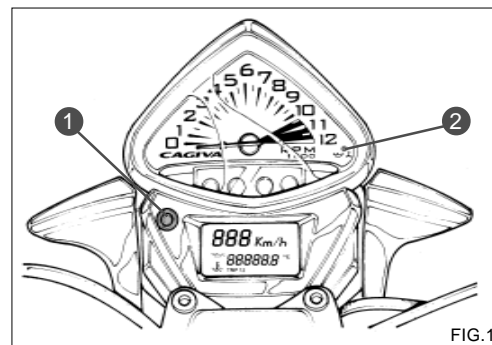
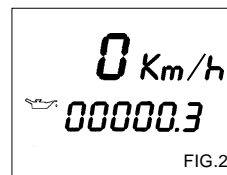

FIG.1
FIG.2
The instrument display has four main functions: one for the total kilometers odometer, two for the trip odometer and one for the thermometer. When the key on the starting block is turned to "ON", the things shown in fig.1 come up on the display for about 3 seconds, then it shows the function used before turning off the engine the last time. This function may be one of those shown in figures 2, 3, 4 and 5. To change the function shown on the display, push button (1) in fig.1.
The fig. 2 shows the odometer with the total distance covered, the figures 3 and 4 show the partial mileage; for instance, one can be used to know the total distance covered during a journey, the other one for each stage. The trip odometers can be set to zero by pushing the button (1) in fig. 1 for about 2 seconds.
L'affichaggio del tableau de bord possiede quattro funzioni principali, una di compteur kilométrique total, deux de compteur journalier et une de thermomètre. Lorsque la clé de contact est positionnée sur "ON", l'affichaggio donne ce qui se trouve sur la figure 1 pendant 3 secondes environ, ensuite, il affiche la fonction utilisée avant la dernière coupure du moteur qui peut être l'une des suivantes, indiquées aux fig. 2, 3, 4 et 5. Pour changer l'affichaggio, appuyer sur le bouton (1) de fig. 1.
La fig. 2 indique le compteur kilométrique avec la totalité des kilomètres parcourus, les fig. 3 et 4 indiquent les kilométrages partiels ; par exemple, l'un d'eux peut être utilisé pour avoir la distance totale d'un voyage et l'autre pour les étapes. Les compteurs journaliers se mettent à zéro en appuyant pendant 2 secondes environ sur le bouton (1) de fig. 1.
Der Bildschirm des Instrumentes verfügt über vier Hauptfunktionen; einmal als Gesamtkilometerzähler, zweimal als Tageskilometerzähler und einmal als Thermometer. Wenn der Schlüssel auf dem Zündendmass auf "ON" gestellt wird, zeigt der Bildschirm etwa 3 Sekunden lang das, was in der Abb. 1 dargelegt ist, und anschließend die kurz vor dem Abschalten des Motors gebrauchte Funktion, wie in den Abb. 2, 3, 4 und 5 dargestellt ist. Zur Anzeigeänderung auf den Druckknopf (1) aus der Abb. 1 drücken.
In der Abb. 2 ist der Kilometerzähler dargestellt, der die zurückgelegten Gesamtkilometer anzeigt, während die Abb. 3 und 4 die Tageskilometer zeigen. Ein Tageskilometerzähler kann z. B. benutzt werden, um die gesamte Entfernung einer Fahrt zu erfahren und der andere für die Teilstrecken. Beide Tageskilometerzähler können auf Null gestellt werden, indem der Druckknopf (1) aus der Abb. 1 etwa 2 Sekunden lang gedrückt gehalten wird.
El display del instrumento tiene cuatro funciones principales, una de cuentakilómetros total, dos de cuentakilómetros parciales y una de termómetro. Cuando la llave en el bloque encendido gira hasta la posición "ON", el visualizador indica lo que aparece en la fig. 1 durante aproximadamente 3 segundos, después visualiza la función utilizada antes del último apagado del motor que puede ser una de las siguientes, indicadas en las figuras 2, 3, 4 y 5. Para cambiar la visualización presione el pulsador (1) de la fig. 1. La fig. 2 indica el cuentakilómetros con el total de los kilómetros recorridos, las figuras 3 y 4 indican los kilometrajes parciales; por ejemplo, uno se puede utilizar para obtener la distancia total de un viaje y el otro para las etapas. Los cuentakilómetros parciales se pueden poner a cero presionando durante 2 segundos el pulsador (1) de la fig. 1.
Quando la temperatura supera i 120 °C la spia (2) di fig. 1 lampeggia; in questo caso, per evitare possibili danni al motore per effetto del surriscaldamento, è consigliabile fermarsi, spegnere il motore e non riaccenderlo fino a quando la temperatura del liquido di raffreddamento non sarà scesa al di sotto di 120 °C. Se la temperatura supera i 140 °C la spia diventa fissa e sul display viene visualizzata l'indicazione "HI" alternatamente.
Se a motore acceso si accende la spia (Z) e sul display viene visualizzata l'indicazione "OIL" alternatamente, bisogna controllare che il livello dell'olio motore sia compreso fra i valori MIN e MAX (vedi pag. 77 fig. 1) ed eventualmente effettuare un rabbocco.
Fig.5 shows the water temperature (the value is displayed when the water temperature exceeds 20°C). When the temperature exceeds 120°C, the pilot lamp 2, fig. 1, starts blinking; in order to avoid damaging the engine due to overheating, we suggest that you stop, turn off the engine and then start it again only when the water temperature has dropped below 120°C. If the temperature exceeds 140°C, the pilot lamp is fixed and the "HI" indication comes up on the display alternately.
If, with the engine ON, the pilot lamp (Z) goes on and the display shows "OIL" alternately, check that the engine oil level is between the MIN and MAX marks (see page 77 fig.1). Top up if necessary. If troubles persist, bring your vehicle to a CAGIVA dealer.
La figure 5 indique la température de l'eau (la valeur est affichée lorsque la température de celle-ci est supérieure à environ 20°C). Lorsque la température dépasse 120°C, le voyant 2 de fig. 1 clignote; Dans ce cas, pour éviter des dégâts au moteur dus à un effet de surchauffe, il est conseillé de s'arrêter, de couper le moteur et de ne pas le rallumer jusqu'à ce que la température du liquide de refroidissement soit descendue en dessous de 120°C. Si la température dépasse les 140°C, le voyant s'allume en permanence et l'affichage donne l'indication " HI " de manière alternative.
Si le voyant (Z) s'allume quand le moteur est en marche et que le display indique "OIL", il est nécessaire de contrôler le niveau d'huile du moteur qui doit être compris entre les valeurs MIN et MAX (voir page. 77 fig. 1), éventuellement ajouter de d'huile. Si le problème persiste, conduire le véhicule chez un concessionnaire CAGIVA.
Wenn die Temperatur 120° C überschreitet, beginnt die Kontrolllampe 2 aus der Abb. 2 zu blinken; In diesem Fall wird es empfohlen, anzuhalten, den Motor abzuschalten und ihn erst wieder anzulassen, wenn die Kühflüssigkeitstemperatur unter 120° C herabgesunken ist, damit der Motor wegen des Heißlaufens keinen Schaden erleidet. Wenn die Temperatur 140° C überschreitet, bleibt die Kontrolllampe ständig an und im Bildschirm erscheint die Meldung "HI" abwechselnd. Wenn bei laufendem Motor die Kontrolllampe (Z) angeht und "OIL" abwechselnd angezeigt wird, prüfen Sie, ob der Ölstand Motor zwischen MIN und MAX liegt (siehe Seite 77 Abb. 1) und gegebenenfalls nachfüllen. Falls sich diese Störung nicht beseitigen läßt, das Motorrad von einem Vertragshändler CAGIVA überprüfen lassen.
Cuando la temperatura supera los 120°C el testigo 2 de la fig. 1 centellea; En este caso, para evitar posibles daños al motor por efecto del sobrecalentamiento, es aconsejable pararse, apagar el motor y no volverlo a encender hasta que la temperatura del líquido de refrigeración no descienda por debajo de 120°C.
Si cuando el motor está encendido la señal (2) se enciende y en el tablero se visualiza el indicador "OIL" de manera intermitente, hay que controlar que el nivel del aceite del motor se encuentre entre los valores MIN y MAX (ver pag. 77 fig. 1) y en el caso que no sucediere proceder al llenado de aceite.